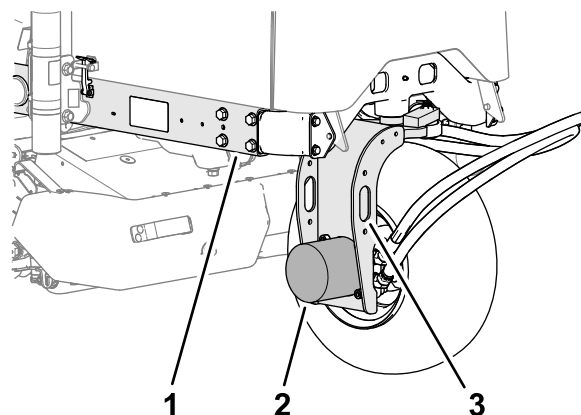

図 54
2. 後輪用フォークにあるロープ掛けポイントにホイストを取り付ける 図 54。